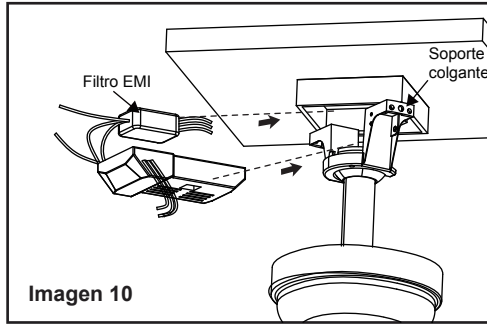

Imagen 10
- (Imagen 10) Placer le filtre EMI dans le boîtier du plafond avant d'installer le récepteur dans le support. Insérez le récepteur en el soporte de montaje con el lado plano del receptor mirando hacia el techo.